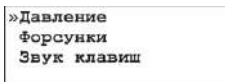

Рисунок 4.1 – Экран главного меню режима настройки
Для перехода в режим настройки (рис. 4.1) необходимо, находясь в режиме выбора форсунки, нажать клавишу .
1. В главном меню режима настройки (рис. 4.1) клавишами ,  выбрать пункт "Давление" и нажать клавишу .
1. В главном меню режима настройки (рис. 4.1) клавишами  $\Delta$ ,  $\nabla$  выбрать пункт "Давление" и нажать клавишу  $\checkmark$ .
1. В главном меню режима настройки (рис. 4.1) клавишами  $\Delta$ ,  $\nabla$  выбрать пункт "Форсунки" и нажать клавишу  $\checkmark$ .